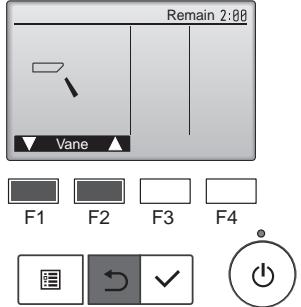

Fig. 7-6
- ① Перевірте автоматичне обертання за допомогою кнопок **F1** **F2** (Fig. 7-6).
② Щоб повернутися на екран «Test run» (тестовий прогін), натисніть кнопку **⊖**.
③ Натисніть кнопку **⊕**.